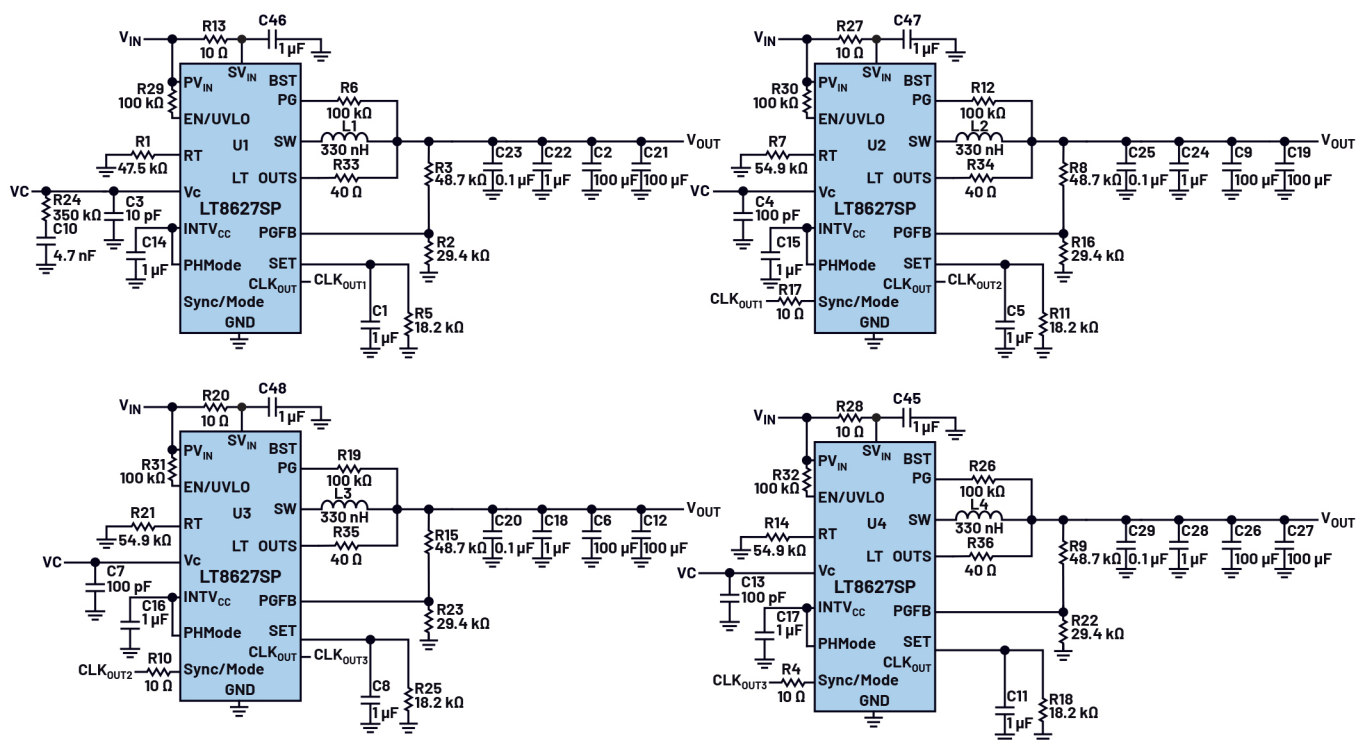

图1. 为1.8 V_{OUT}、50 A RF数字负载供电的四相交错LT8627SP解决方案。
决定电源性能的一个重要特性是其恢复时间。这是在发生负载瞬态时,输出电压恢复到稳压值所需的时间。每个电源的恢复速度都有限制,与控制环路带宽相关。控制环路带宽更高,意味着电感电流在瞬态期间能够更快地爬升/回落,以补偿输出电容的电荷变化,在更快时间内完成恢复过程。图1展示了一个使用四相LT8627SP的示例:为1.8 V_{OUT} RF数字负载供电,最大负载电流为50A。该电源设计为在2 MHz开关频率下输出1.8 V电压。为了缩短瞬态期间的电荷补偿时间,该设计中使用低ESR陶瓷电容,并且避免使用高ESR聚合物电容和电解电容。采用交错PWM技术(每相90°)来增加等效纹波频率,从而增大控制带宽。
- ▶ 要实现正常均流，需将每个IC的VC引脚连接在一起，如图1的原理图所示。